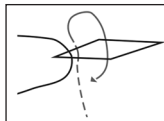

Abb. 7
- b) Führen Sie ca. 2,5 cm des Fadenendes von oben nach unten durch die Einfädelhilfe. (siehe Abb. 7)